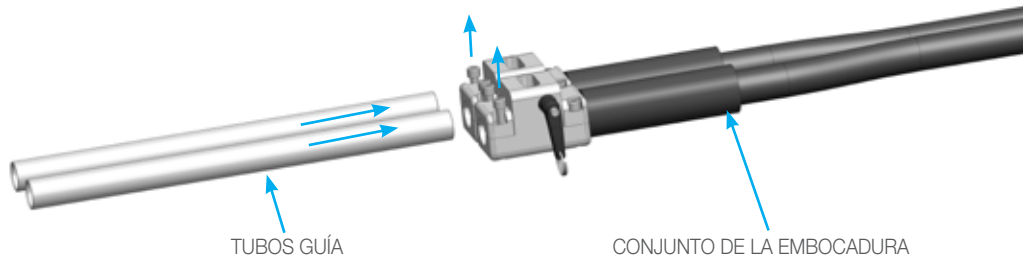

FIGURA 7
1. Afloje los tornillos Allen y deslice los tubos guía dentro del bloque de la embocadura hasta que se detengan. Apriete los tornillos Allen y jale los tubos guía para asegurar que estén bien asegurados (**Figura 7**).